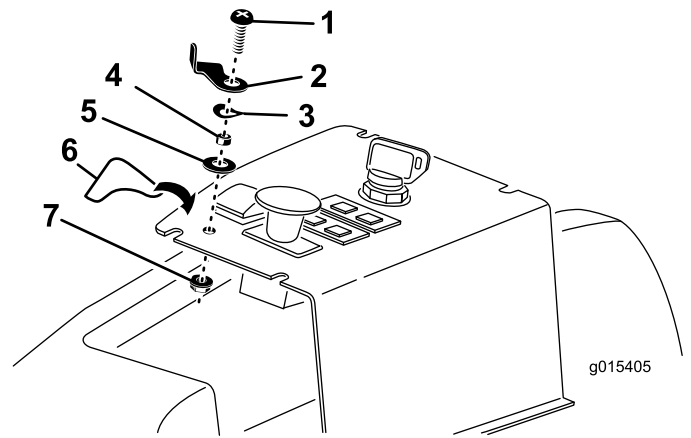

Figure 13
3. Insérez le levier de BLOCAGE DU RELEVAGE, l'entretoise, la rondelle ondulée et la rondelle plate sur la vis à tête tronconique (¼ x 1"), dans la position indiquée à la Figure 13.
4. Insérez la vis du levier de BLOCAGE DU RELEVAGE dans le trou du panneau de commande et fixez-la avec un contre-écrou. Positionnez le levier de BLOCAGE DE RELEVAGE comme montré à la Figure 13.
5. Apposez l'autocollant du levier de BLOCAGE DE RELEVAGE sur le panneau de commande, comme montré à la Figure 13.